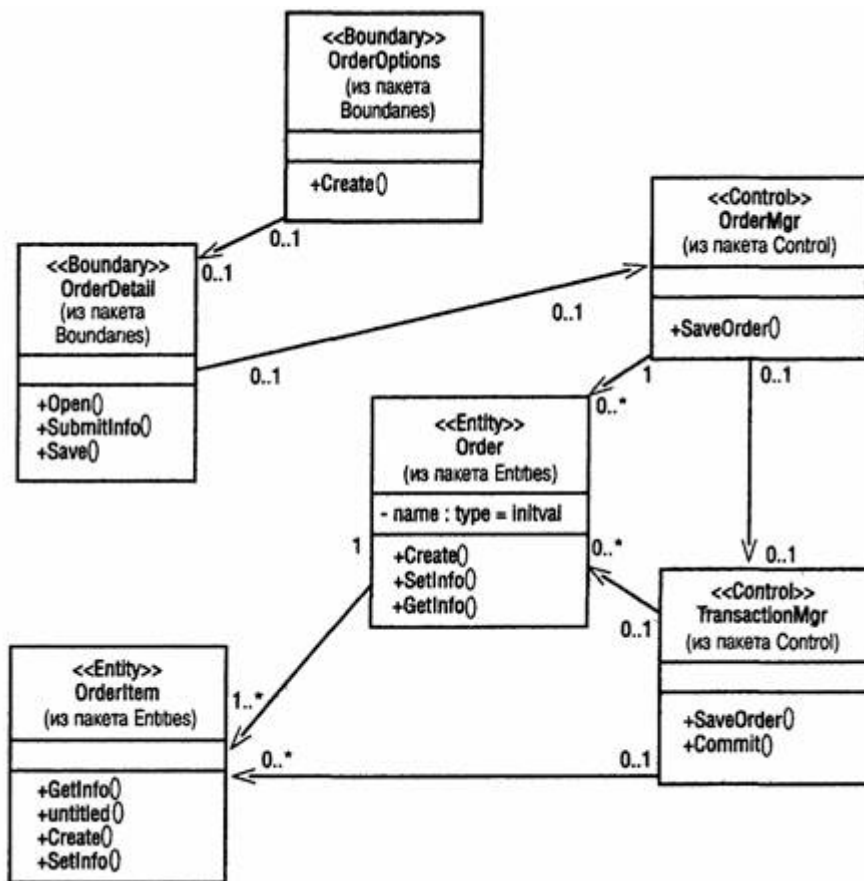

Рис. 1. Ассоциации сценария «Ввести новый заказ»
8. Повторите шаги 4 — 7, добавив на диаграмму значения множественности для остальных ассоциаций, как показано на рис. 1.
Постройте диаграмму Состояний для класса Order, показанную на рис. 1.